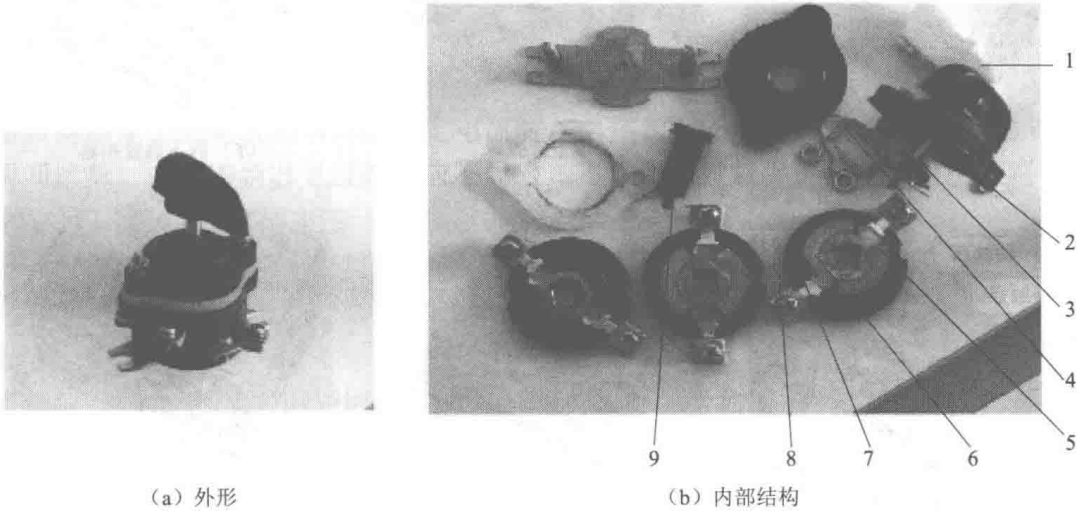

图 1-2-11 组合开关拆装
- (1) 观察组合开关的外形，如图 1-2-11 (a) 所示。
- (2) 旋下胶盖上的螺钉，拆开组合开关。
- (3) 分别取下手柄，如图 1-2-11 (b) 所示。
- (4) 观察露出的接线端。
- (5) 旋动手柄观察动、静触点的开、合过程。
- (6) 用万用表检测触点接通、断开过程。
- (7) 安装复原开关各部。
- (8) 进行接线练习。